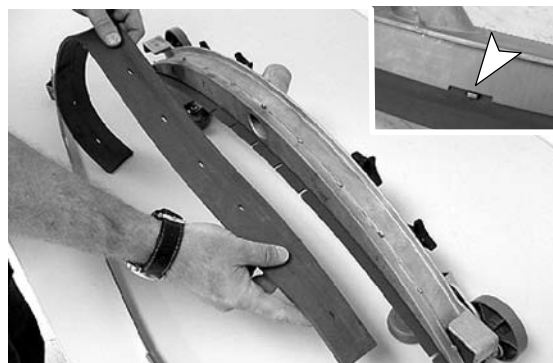

FIG. 59
3. Faites pivoter la lame arrière pour obtenir un nouveau bord nettoyant et réinstallez la bande. Assurez-vous que le bord cranté de la bande se trouve vers le bas (Figure 59).